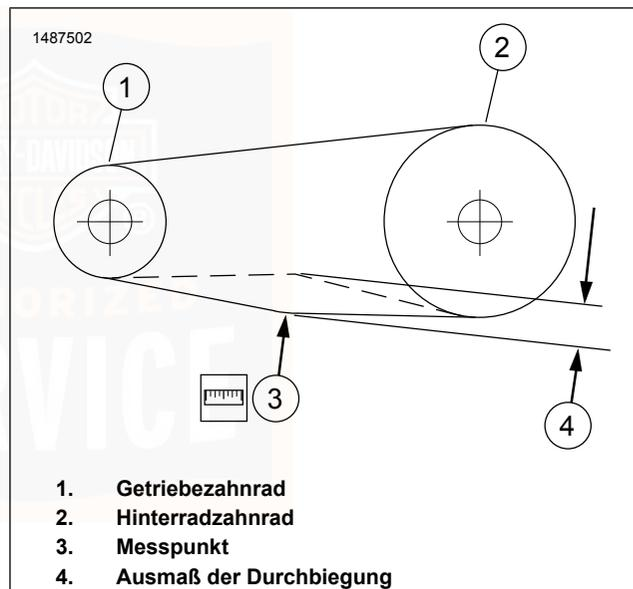

Abbildung 68. Überprüfung der Kettendurchbiegung
1. Siehe Abbildung 68. Die Kettendurchbiegung messen.
- b. Den Mittelpunkt am unteren Teil der Kette zwischen den Mittelpunkten von Getriebezahnrad (1) und Hinterradzahnrad (2) suchen.
- c. Das Rad drehen, um den straffsten Punkt der Kette am Messpunkt (3) zu finden.
- d. Die Kette nach oben schieben und dann runterziehen, um das Ausmaß der Durchbiegung (4) im unteren Teil der Kette messen.